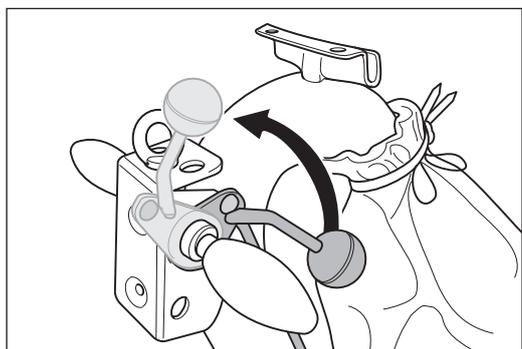

Abb. 12 Den Ablassehebels am Handgriff bis zum Anschlag nach oben ziehen. Dadurch wird die Schleifwalze vom Boden abgehoben.
- Vor dem Einschalten der Maschine **immer** die Schleifwalze vom Boden abheben (Abb. 12)!
- 1 Ziehen Sie den Ablasshebel am Handgriff bis zum Anschlag nach oben (Abb. 12). Dadurch wird die Schleifwalze vom Boden abgehoben.
- Vor dem Einschalten der Maschine immer die Schleifwalze vom Boden abheben (Abb. 12)!
- 1 Ziehen Sie den Ablasshebel am Handgriff bis zum Anschlag nach oben (Abb. 12)!
- 1 **Ziehen Sie den Ablasshebel am Handgriff bis zum Anschlag nach oben (Abb. 12)!**
- 1 Bevor Sie die Maschine ausschalten, heben Sie die Schleifwalze vom Boden ab. Ziehen Sie dazu den Ablasshebel am Handgriff bis zum Anschlag nach oben (Abb. 12).